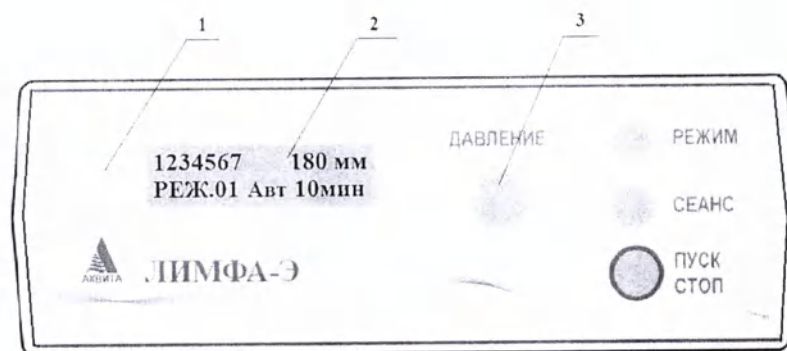

Рис. 3
6.2.2. Нажать кнопку выключателя 1 (рис. 1), при этом должны засветиться светодиод 1 и табло дисплея 2 (рис. 3). На табло должна появиться начальная информация,